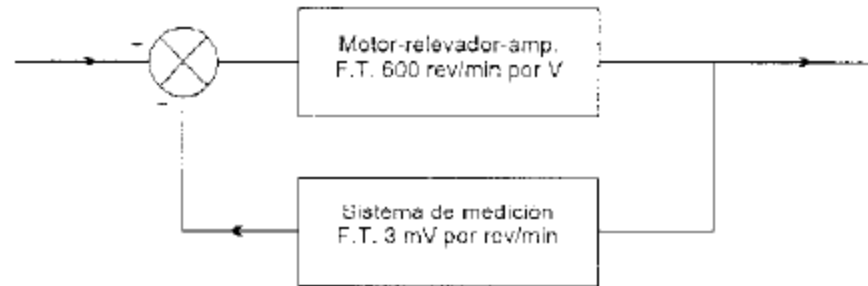

Figura 1.27 Ejemplo 8
- Un motor de velocidad controlada tiene un sistema motor-relevador-amplificador con una función de transferencia combinada de 600 rev/min por voltio y un sistema de medición en lazo de realimentación con una función de transferencia de 3mV por rev/min como se ilustra en la figura 1.27. ¿Cuál es la función de transferencia global?